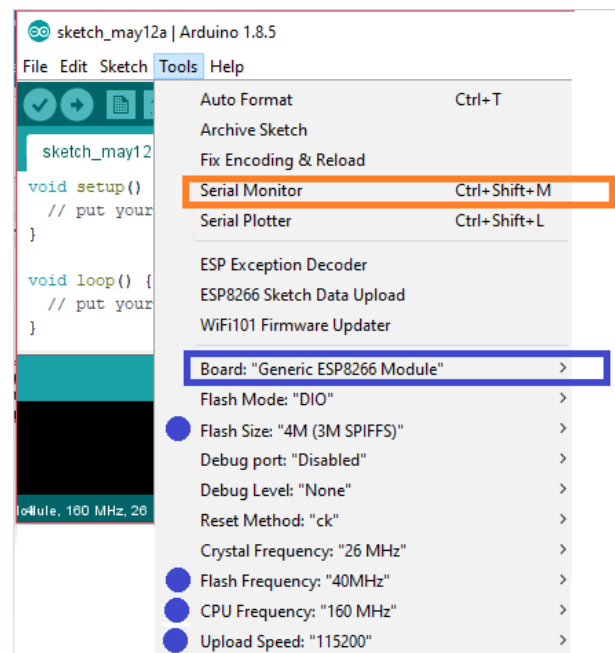

Figura 5 Meniul de instrumente (Tools) pt monitorizarea serială și pentru lucrul cu placa de test
Prin intermediul meniului **Tools-> Serial Monitor** utilizatorul poate comunica în mod text cu procesorul rulând pe ESP prin protocolul virtual UART peste USB. Accesând acest meniu, pe ecran se va afișa fereastra-terminal '**Serial Monitor**' (Figura 5) în care utilizatorul poate afișa datele și valorile variabilelor din program în timp real (în timp ce programul rulează pe microcontrolerul de pe placa ESP). Mesajele din program sunt transmise înapoi către PC prin interfața USB (pe care se emulează de fapt protocolul serial RS-232) prin intermediul funcției **Serial.print()**.
- CPU Frequency: **160MHz** (așa cum arată Figura 5)